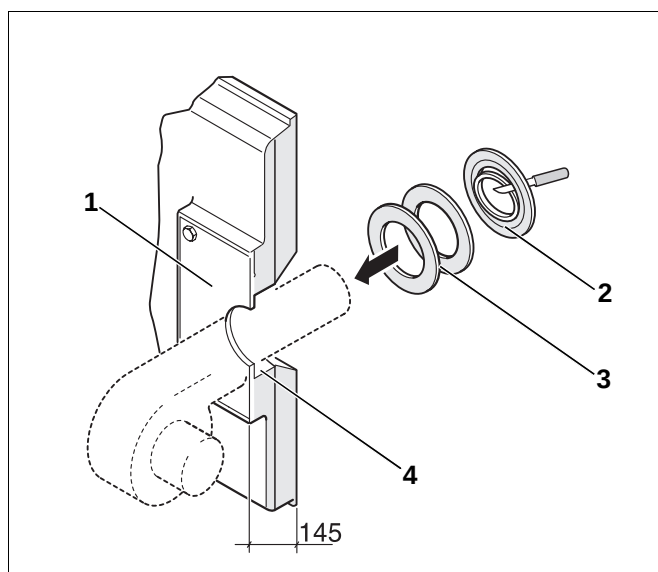

Abb. 69 Brenner montieren (Maß in mm)
- Stahleinlegeplatte (Abb. 69, **Pos. 1**) auf der Baustelle entsprechend dem benötigten Brennerrohrdurchmesser (Ø maximal 270 mm) bohren oder autogen ausschneiden. Löcher für die Brennerbefestigung nach dem Lochbild des Brenneranschlussflansches bohren.
- Isolierringe entsprechend dem Brennerrohrdurchmesser ausschneiden (Abb. 69, **Pos. 2**).
- Den verbleibenden Spalt zwischen Brennertürwärmeschutz und Brennerrohr (Abb. 69, **Pos. 4**) mit den angepassten Isolierringen (Abb. 69, **Pos. 3**) ausfüllen.